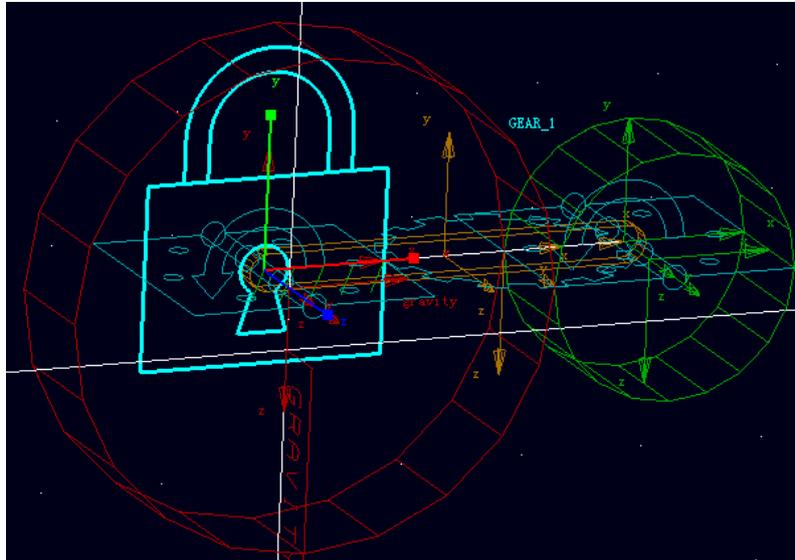

图 4-11 施加在固定齿轮上的固定副
4.7 选择 ADAMS/View 约束库中的固定副(Fixed)图标，参数选择 2 Bod-1 Loc 和 Normal To Grid。在 ADAMS/View 工作窗口中先用鼠标左键选择固定齿轮 (PART_2)，然后选择机架 (ground)，接着选择齿轮上的 PART_2.cm(或者 PART_2.MARKER_1)，如图 4-11 所示。图中显亮的部分就是所创建的固定副 (JOINT_4)。